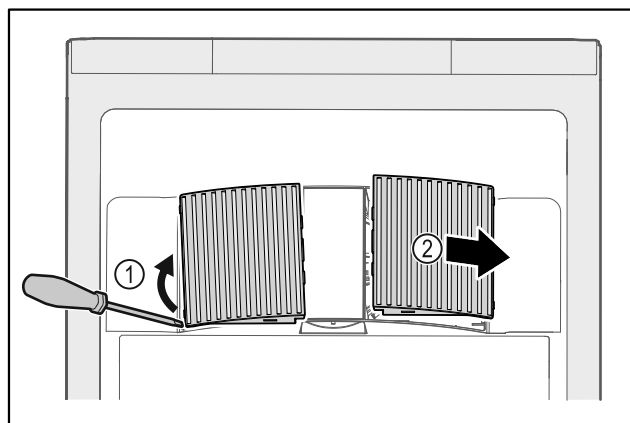

Fig. 109
- ▶ Осторожно подденьте крышки вентилятора сбоку Fig. 109 (1) и снимите их движением вперед Fig. 109 (2).